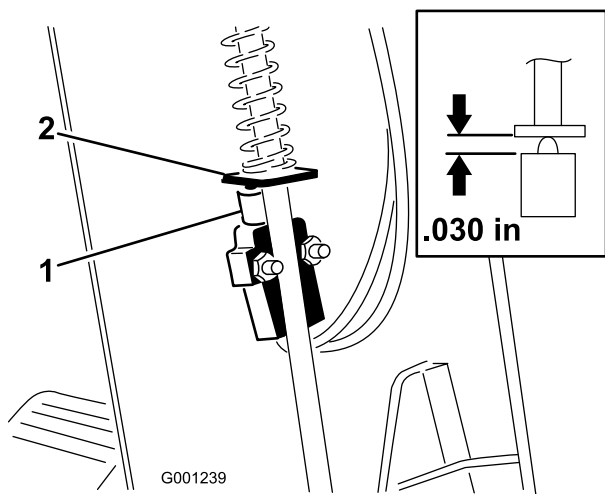

Figura 76
3. Fate scorrere il copripiantone verso l'alto, lungo l'albero dello sterzo, per esporre l'interruttore del freno di stazionamento (Figura 76).
5. Allineate la paletta dell'asta del freno di stazionamento con il pistone dell'interruttore (Figura 76)
6. Premete l'asta del freno di stazionamento e alzate l'interruttore finché la lunghezza compressa del pulsante dell'interruttore non è di 0,76 mm (Figura 76, inserto).